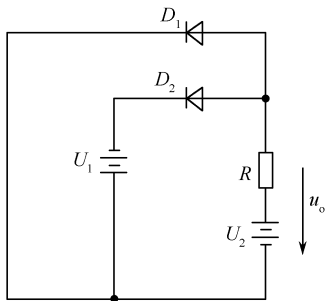

图 2-17 习题 2.3 图
2.3 图 2-17 中, D_1 、 D_2 都是理想二极管, 求电阻 R 中的电流和电压 u_o 。已知 $R = 6k\Omega$, $U_1 = 6V$, $U_2 = 12V$ 。